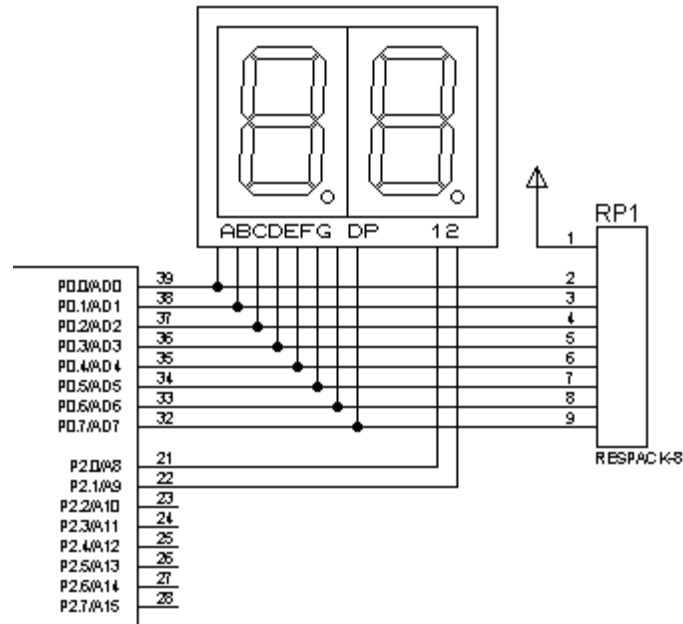

图 1 8051 与数码管接口电路
9. (15 分) 单片机外接两个共阳极数码管的电路如图 1 所示。回答问题: